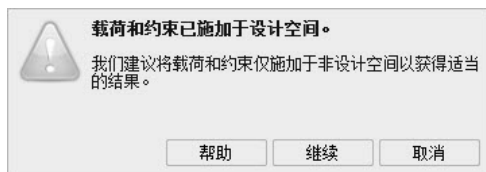

图 1-19
8) 单击“运行”按钮来运行优化，此时弹出一个警告对话框，如图 1-19 所示。在此案例中不影响结果，在以后课程中将详细讨论。